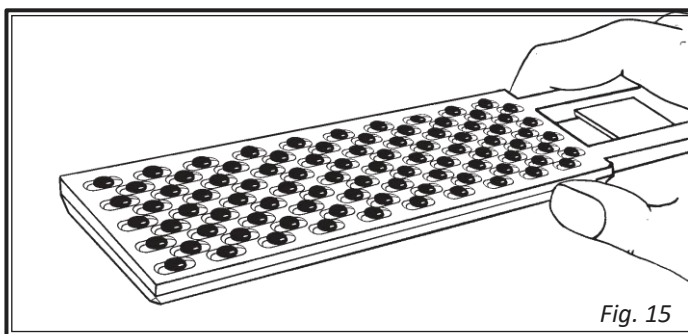

Fig. 15
1) Puneți semințe în “numărătorul de semințe” (fig. 15)